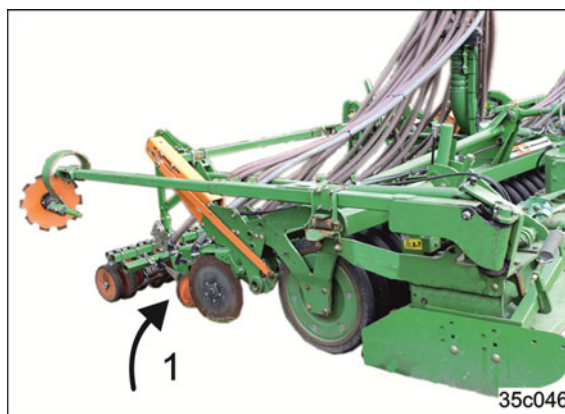

Fig. 118
- Drej begge spormarkører i transportstilling (se Fig. 118/1). Ved transport af maskinen er begge spormarkører løftet. Spormarkørerne sikres hydraulisk